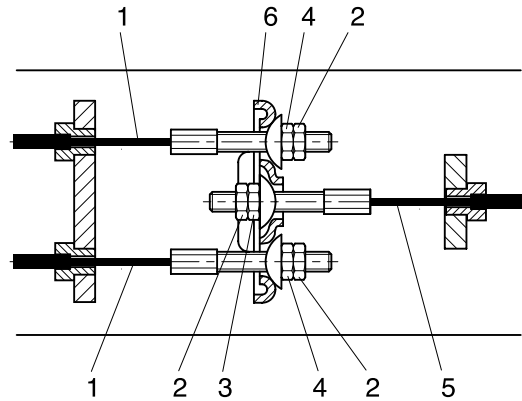
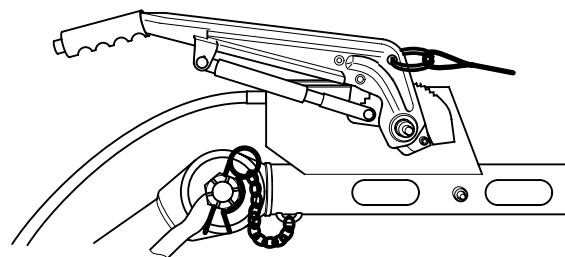

Fig. 5.7 Bromskabeluppsättning
Fig. 5.8 Handbromsspak nere - bromsen ej aktiverad
Kontrollera utjämnarens position (Fig. 5.7, 6) med parkeringsbromsen aktiverad.
Kontrollera alla låsmuttrar (Fig. 5.7, 2).
1. Med dragöglan i sitt yttersta läge och handbromsspaken nere (Fig. 5.8) lossas låsmutterna (Fig. 5.7, 2). Vrid stålmutterna och bromskabelmutterna (Fig. 5.7, 4) medurs tills ingen slakhet förekommer i bromsmekanismen.
Utjämnaren (Fig. 5.7, 6) måste stå vertikalt mot huvdbromskabeln (Fig. 5.7, 5).
2. Aktivera handbromsen några gånger och upprepa justeringen. Dra åt muttrarna med låsmutterna (Fig. 5.7, 2). Avlägsna domkraften och blocken.